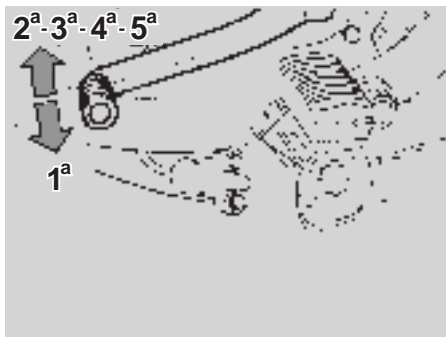

Fig. 21
- ◆ Con la manopola dell'acceleratore rilasciata ed il motore al minimo, tirare la leva della frizione ed inserire la prima marcia premendo il pedale del cambio verso il basso (Fig. 21).
- ◆ Quando il motoveicolo raggiunge una certa velocità, rilasciare la manopola dell'acceleratore, tirare la leva della frizione ed inserire la seconda marcia, sollevando il pedale del cambio (Fig. 21). Ripetere questa operazione per passare alle marce superiori.